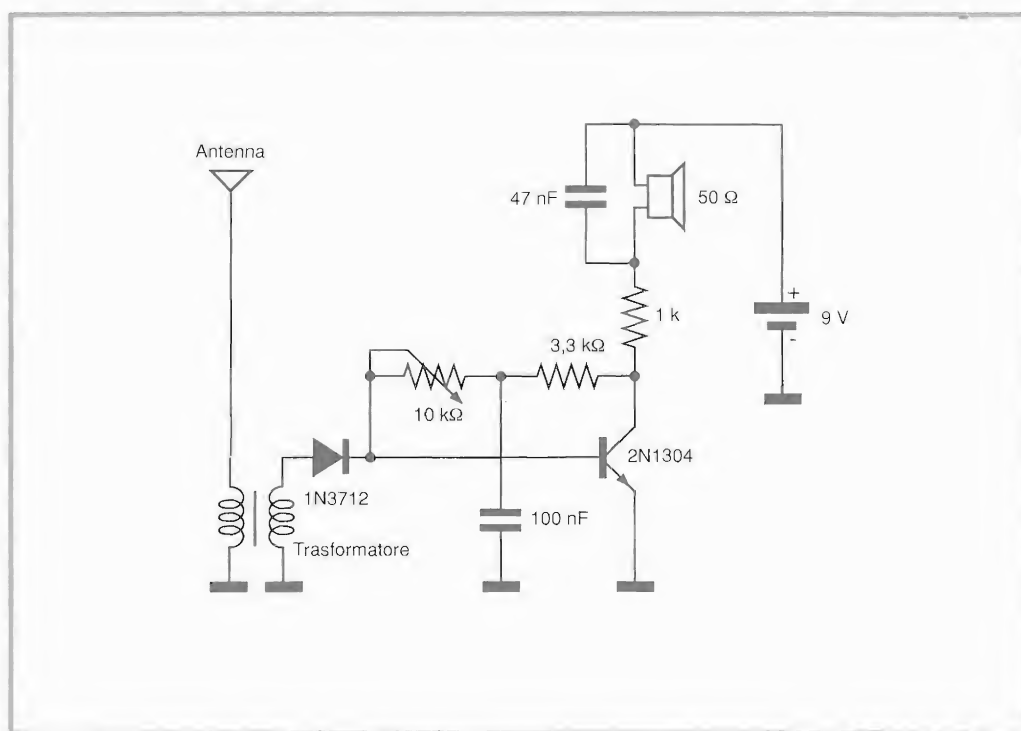

Figura 5.1. Schema elettrico del rivelatore.
**C**on l'aiuto di pochi componenti è possibile mettere assieme un rivelatore di campo in grado di rilevare la presenza di microtrasmettitori in funzione. Come si può vedere dallo schema elettrico di Figura 5.1, il circuito è elementare in quanto consta di un ingresso in alta frequenza a larga banda. Il segnale captato viene rivelato dal diodo tunnel 1N3712, prodotto dalla General Electric, il quale lo trasferisce in base al transistor amplificatore/ oscillatore che alimenta l'altoparlantino da  $50\ \Omega$ . Il circuito reagisce a qualsiasi segnale in radiofrequenza che si presenti in ingresso. L'alimentazione viene fornita da una comune pila quadra da 9 V. Il trasformatore, assolutamente non critico, è un comune elemento toroidale con poche spire di primario e una quindicina di secondario realizzato con del fili di rame smaltato da 0,8 mm.